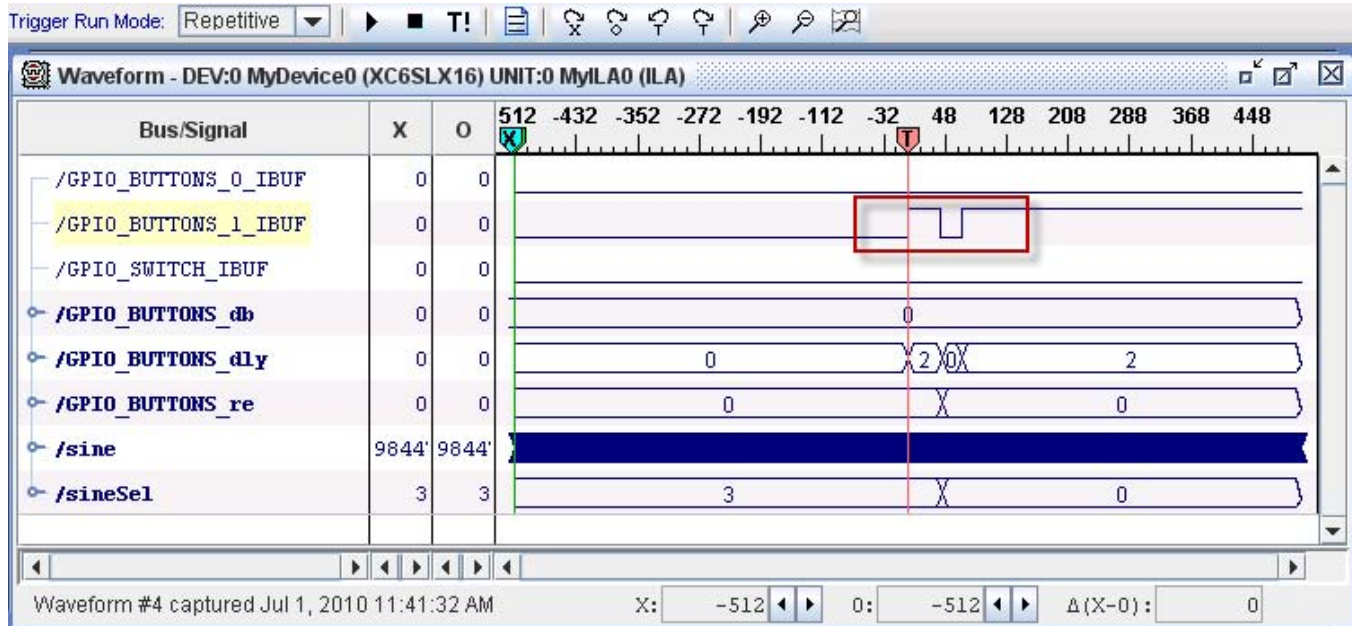

図 10 : GPIO_BUTTONS_1_IBUF 信号のグリッチ
7. GPIO_BUTTONS_1_IBUF 信号の複数の遷移が表示されるまで、ボードで [Sine Wave Sequencer] ボタンを押します。これは、入力で発生しているグリッチを視覚化する作業です。グリッチの例は、図 10 を参照してください。